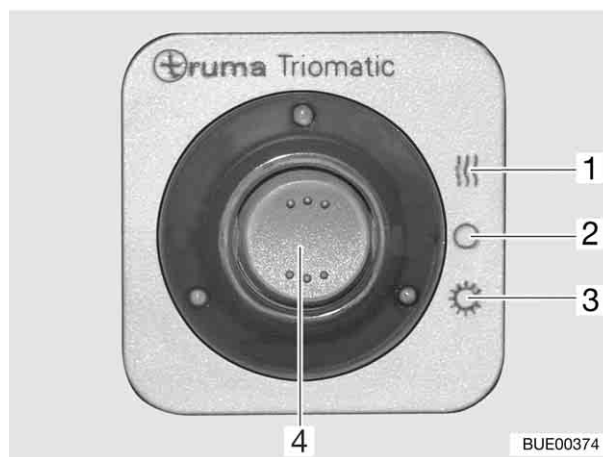

Fig. 59 Visualizzatore a distanza
Il visualizzatore a distanza (Fig. 59) segnala, all'interno del veicolo, quale bombola del gas è in funzione.
Impostare la modalità di funzionamento tramite l'interruttore a bilico (Fig. 59,4).
- Funzionamento invernale "On e riscaldamento" (Fig. 59,1)
- Spento (Fig. 59,2)
- Funzionamento estivo "On" (Fig. 59,3)